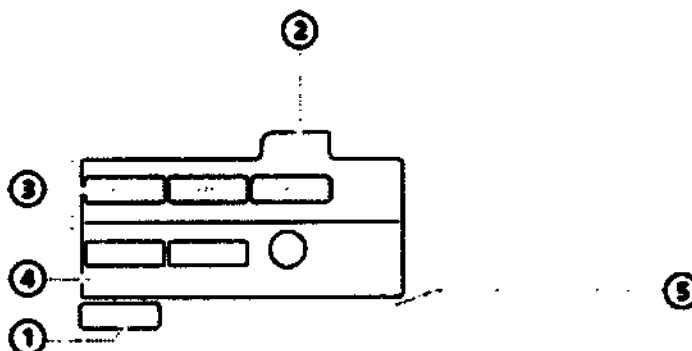

Рисунок 5-2. Окно «Настройка данных пациента»/«Режим Ожидания» («Взрос./Пед.»)
После запуска вентиляции на экране отобразится окно настройки данных пациента (рис. 5-2) с выбранными настройками по умолчанию. Выберите, измените и активируйте необходимые элементы.
- «Взрос. / Пед. ». К этой группе относятся взрослые пациенты и дети (рис. 5-2). В таблице 5-1 приведены диапазоны возраста и веса.